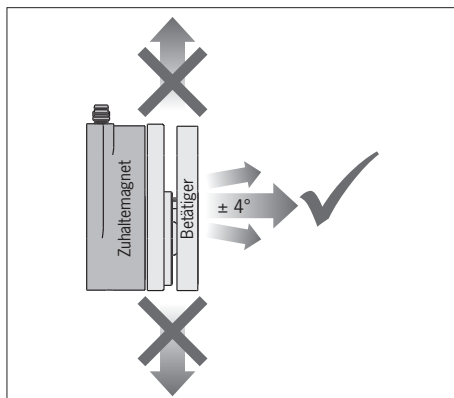

Bild 1: Anfahrriechung
- ▶ Beim Öffnen der Schutztür muss der Betätiger frontal vom Zuhaltmagneten weggeführt werden (siehe Bild 1).
Ausgleichswinkel (siehe Bild 1)	± 4 °